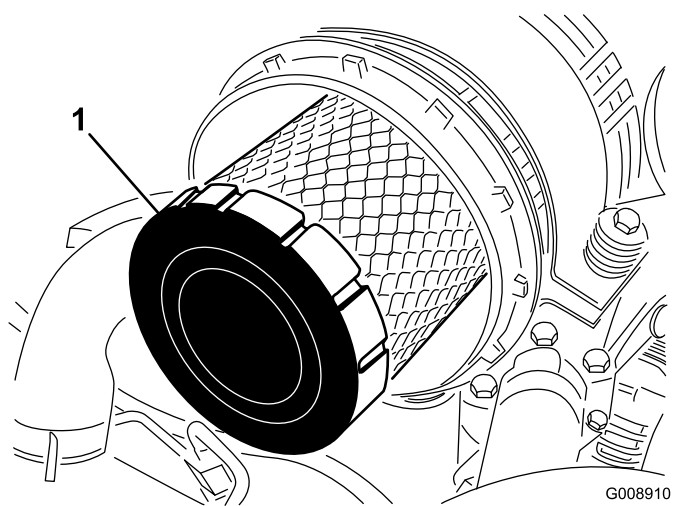

Рисунок 62
4. Снимите и замените фильтр грубой очистки (Рисунок 62).